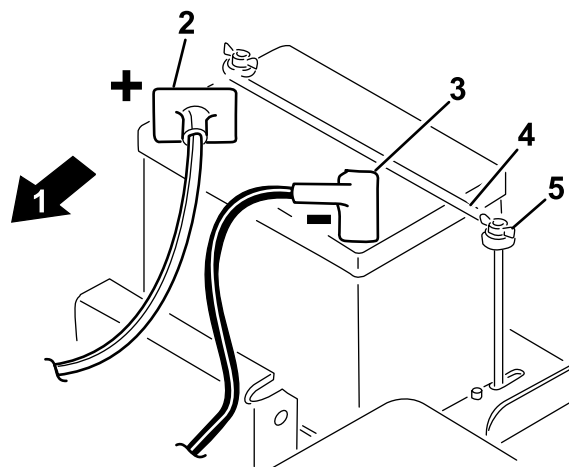

図 3
1. 運転席の後ろに、端子を機体の前に向けてバッテリーを取り付ける 図 3。
2. スターターからの赤いケーブルを端子に固定する 図 3。キャリッジボルトとナットで固定する。
5. バッテリークランプとワッシャを取り付け、蝶ナットで固定する 図 3。